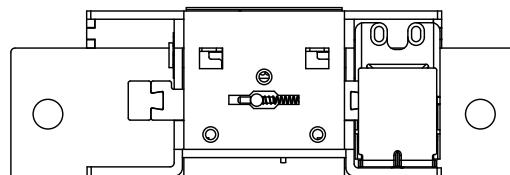

Figure 6.2
4. Retirez le petit ressort, déplacez le curseur de l'autre côté et réinsérez le ressort. Par défaut, le ressort doit être placé du côté gauche (mode échec et sécurité) (voir figure 6.2).